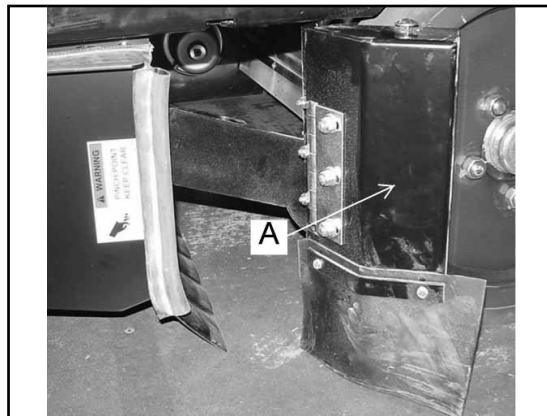

FIGURA 81
La puerta de acceso al cepillo principal (A) está situada en el frontal del neumático izquierdo de la máquina, como se muestra en la figura 81. La puerta permite acceder al cepillo principal para mantenimiento o inspección. Para acceder es necesario elevar la tolva.